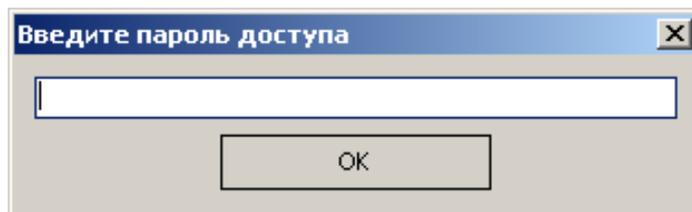

Рисунок 26
5) нажать кнопку «Прогнать». Перед Вами появится окно (Рисунок 26):